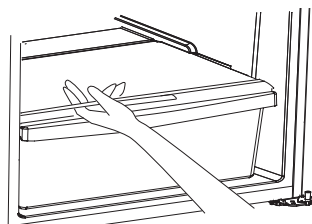

Fig. 12
1. Agripper avec soin le couvercle du bac à légumes et glisser vers l'extérieur pour retirer le bac. (Fig. 12)